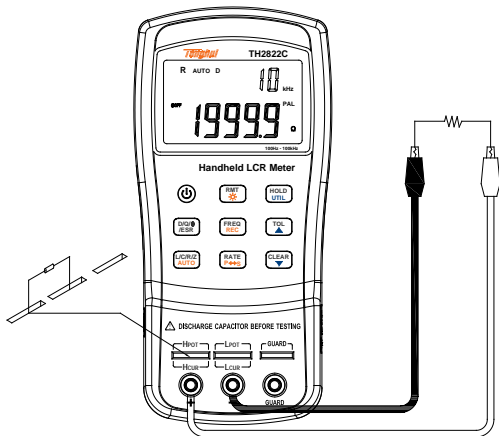

图 15- 电阻测量
2. 用 Mini-USB 线连接仪器与 PC 的 USB 端口（如图 15），按 **POWER** 键开机；